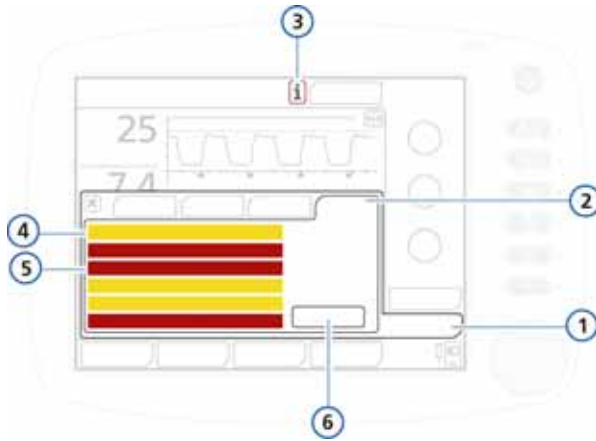

Figura 8-5. Memoria degli allarmi con gli allarmi inattivi
- Se non sono presenti allarmi attivi, la memoria degli allarmi mostrerà gli allarmi inattivi più recenti (Figura 8-5). Gli allarmi inattivi sono presentati dentro riquadri con angoli retti.
- toccare l'indicatore degli allarmi inattivi (icona i) (Figura 8-5)
Toccare il tasto **Reimposta** per cancellare i messaggi di allarme per tutti gli allarmi inattivi (Figura 8-5). La chiusura della finestra della memoria (buffer) non ne cancella il contenuto.